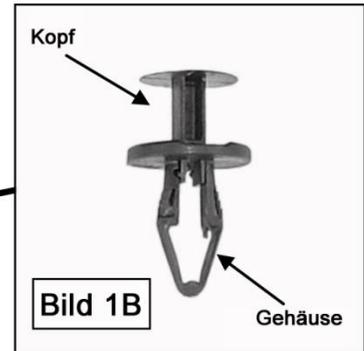

Bild 1B
2. Beginnen Sie an der Unterseite der Frontstoßstange. Entfernen Sie vorsichtig den Kunststoff Spritzschutz. **Hinweis:** Je nachdem welches Modell Sie haben, kann der Spritzschutz mit Sechskantschrauben und einigen zweiteiligen Kunststoff Clips zum reindrücken am Fahrzeugboden befestigt sein, **(Bild 1A)**. Entfernen Sie alle Sechskantschrauben und finden Sie die Clips hinter der Stoßstangenabdeckung. Hebeln Sie vorsichtig den Kopf des Clips, z.B. mit einem kleinen, flachen Schraubendreher, hoch und entfernen Sie den gesamten Clip, **(Bild 1B)**. Merken Sie sich genau, welcher Clip / Schraube, sich an welcher Position befindet, um später den Rückbau vornehmen zu können. Ggf. ist der Spritzschutz an den Ecken noch mit Nieten an der Front befestigt. Verwenden Sie z.B. einen Seitenschneider, um die Nieten zu entfernen. Sobald Sie alle Schrauben, Clips und Nieten entfernt haben, legen Sie den Spritzschutz zur Seite.